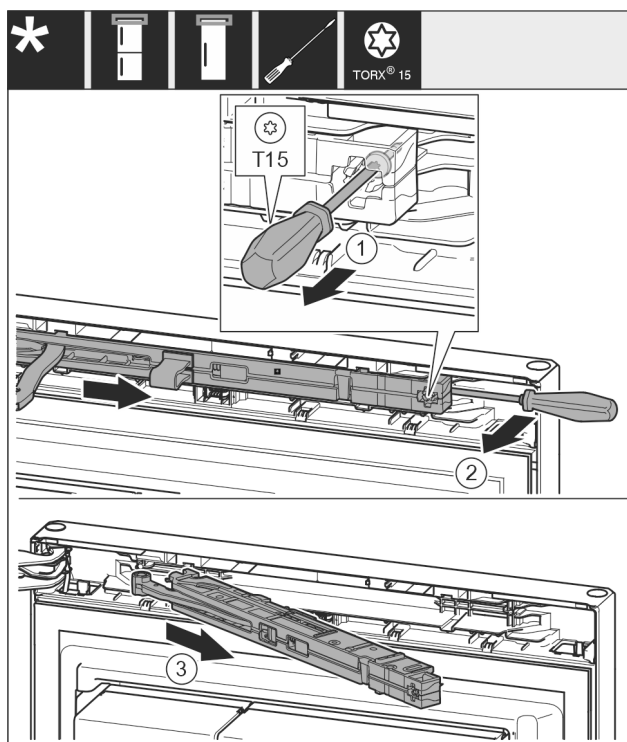

Fig. 8
- ▶ Przy pomocy śrubokręta T15 odkręcić śrubę na amortyzatorze zamykania drzwi ok. 14 mm. Fig. 8 (1)
- ▶ Od strony uchwyty, za amortyzator zamykania drzwi wsunąć śrubokręt i obrócić jednostkę do przodu. Fig. 8 (2)
- ▶ Wyjąć amortyzator zamykania drzwi. Fig. 8 (3)